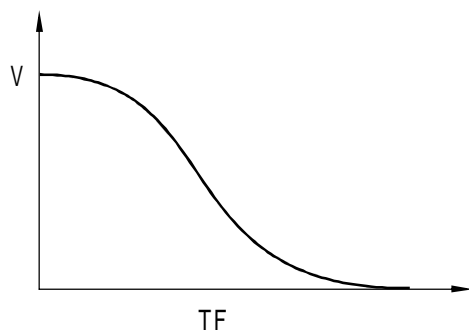

图12-6-1
- ① 代码F2不设为0时，为软停机模式。图12-6-1软停车模式的输出电流波形。TF由代码F2设置软停时间。在这种停机模式下，电动机的供电由旁路接触器切换到软起动器的晶闸管输出，软起动器的输出电压由全压可是逐渐减小，使电机转速平稳降低，以避免机械震荡，直到电动机停止运行。软停机时的输出截止电压等同于起动时的起始电压。
- ② 软停机模式可减少和消除水泵类负载的喘振。软停机模式可用代码FL设定软停限流值，减少软停时的大电流冲击，主要此软停限流值是在起动限流基础上计算的百分比。